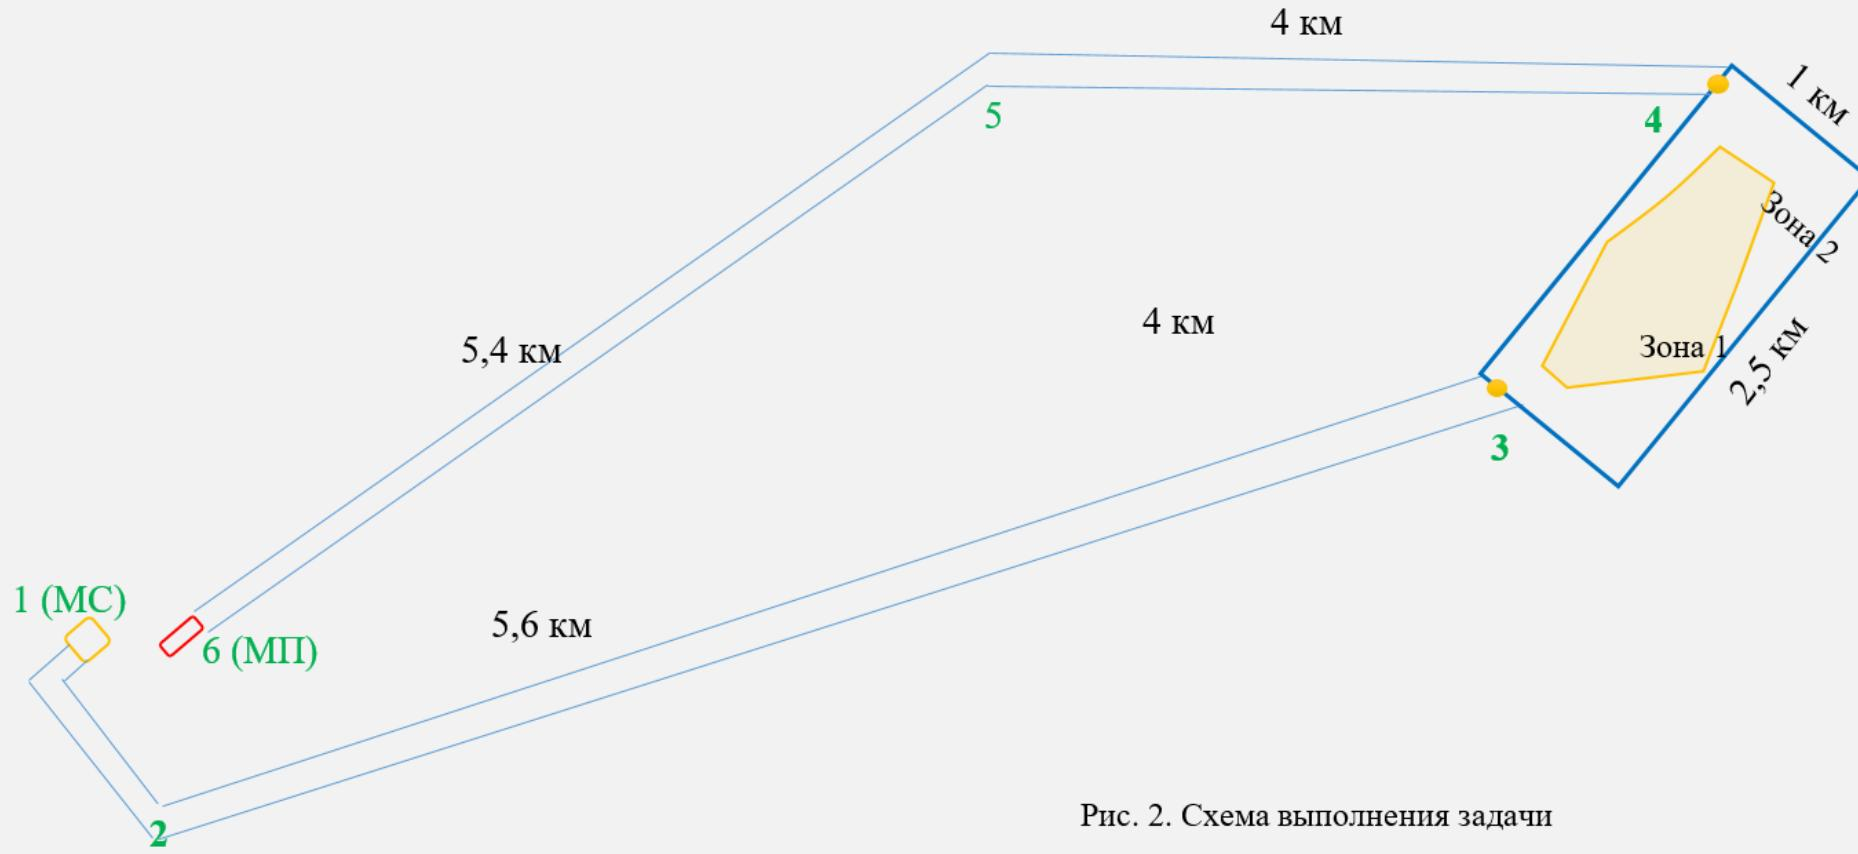

Рис. 2. Схема выполнения задачи
- 7) Создание ортофотоплана Зоны 1 (рис.2) с разрешением 5см/пиксель в заданной системе координат. Точность определения плановых координат на уровне земли 12 см СКО. Формат файлов GeoTIFF (либо другие стандартные растровые форматы с файлами-спутниками, содержащими геопривязку изображений, в форматах ArcInfo World или MapInfo TAB). Допускается разрезать ортофотоплан на отдельные планшеты по прямоугольной сетке (мозаику из нескольких растров), при этом не должно быть щелей, пропусков и других дефектов на стыках соседних растров.